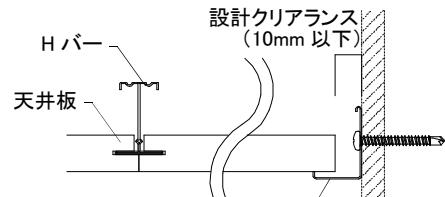
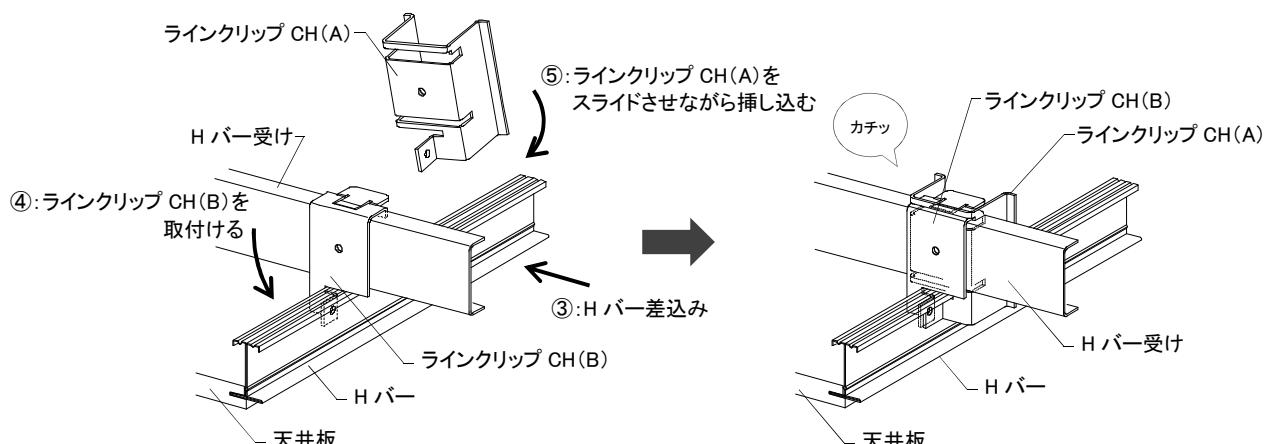

図2-8-2 張り始めの納まり
図2-8-3 ラインクリップCHとHバーの設置
- ②突き当たり部、または曲がり角部を張り始めとして、三方の廻り縁または天井板切替用Tバーに天井板を載せ掛ける。このとき、天井板の長辺と廻り縁とに、設計された寸法のクリアランス(10mm以下)を確保すること。(図2-8-2参照)
- ③天井板のさね部に隙間が無くなるまでHバーを差し込む。
- ④Hバー接合金具(以下「ラインクリップCH」)「(A)」「(B)」を組み合わせて使用。)のうち、ラインクリップCH(B)をHバー受けとHバーに取付ける。このとき、ラインクリップCH(B)の板面がHバー受けの背に重なるように取付ける。(図2-8-3参照)
- ⑤Hバー受け腹側からラインクリップCH(A)をスライドさせながら挿し込み、ラインクリップCH(B)にかぶせるとともにHバーも挟み込んでかみ合わせる。ラインクリップCH(A)と(B)はカチッと音がするまでかみ合わせること。(図2-8-3参照)